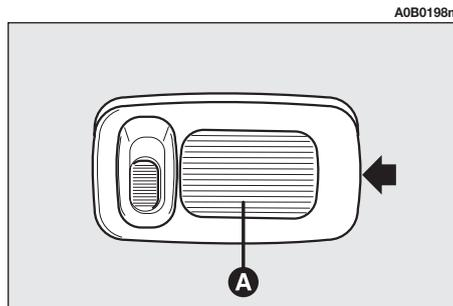

Abb. 58
- Die Deckenleuchte (**A, Abb. 58**) durch Hebelewirkung an den Pfeilpunkten herausnehmen.